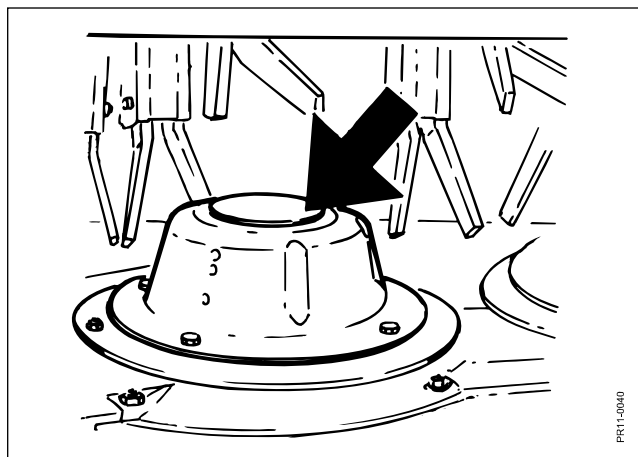

Fig. 3-12
**Fig. 3-12** Skiverne er forsynet med flowhatte for hurtigere, at løfte høstmaterialet væk fra knivene. Herved nedsættes risikoen for stribedannelse og gensnitning.